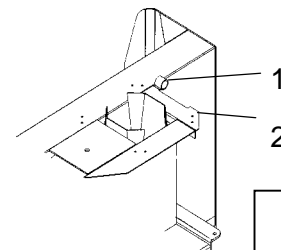
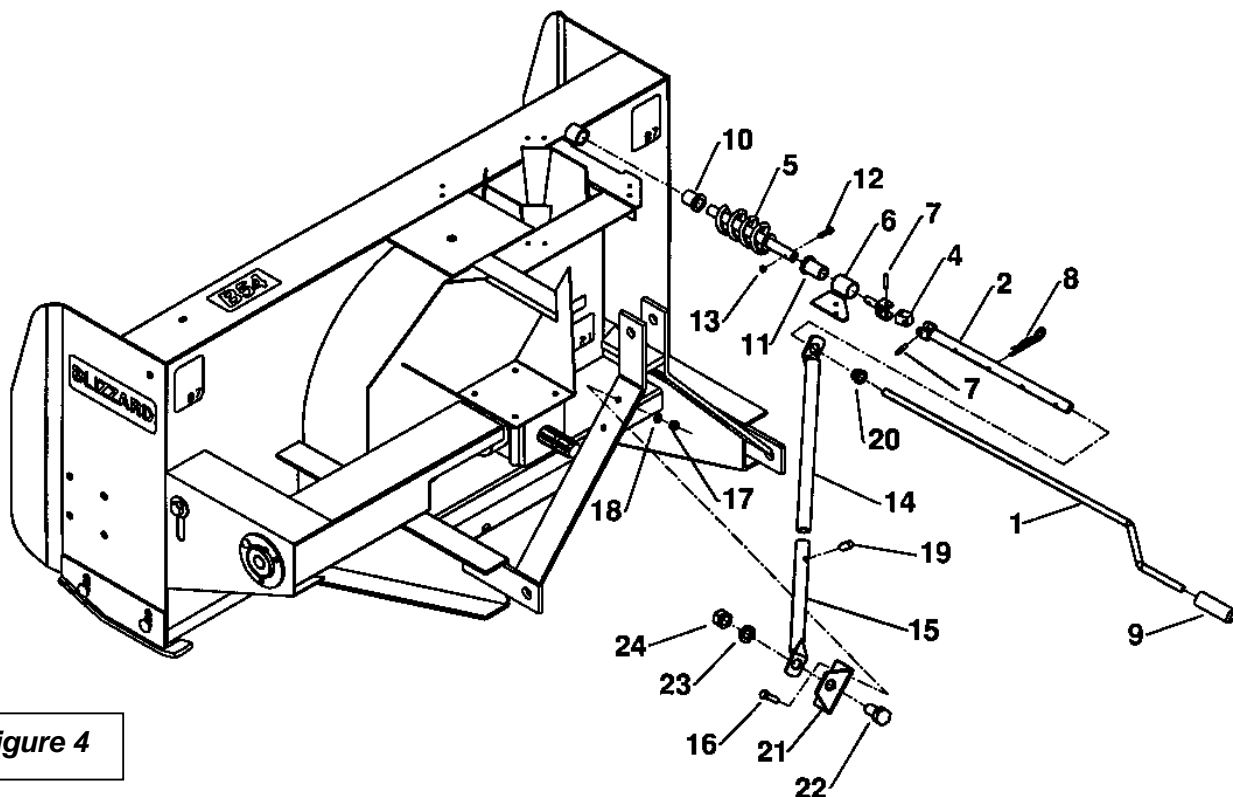

Figure 3
Figure 4
2. Insérez le coussinet de plastique 1 11/16" Lg (fig.4, item 11) dans le support du manchon de rotation (fig.4, item 6), graissez les deux bouts de la spirale de rotation (fig.4, item 5) et insérez la spirale dans le coussinet (fig.4, item 11).
3. Insérez le coussinet de plastique de 1 5/16" (fig.4, item 10) dans le tube soudé à l'arrière de la souffleuse (fig. 3, item 1).
4. Installez l'assemblage en plaçant la plaque du support du manchon de rotation (fig.4, item 6) sous la plaque supérieure droite de la souffleuse (fig.3, item 2).
7. Installez l'angle d'ancrage (fig.4, item 21) sur le bras d'attache gauche à l'aide de deux boulons 3/8" x 1 1/4", des rondelles de blocage et des écrous (fig. 4, item 16-17-18). Serrez fermement.
8. Installez le tube d'ancrage (fig.4, item 15) sur l'angle (fig.4, item 21) à l'aide d'un boulon de 3/4" x 1 1/2", d'une rondelle de blocage et d'un écrou (fig. 4, items 22-23-24. Assurez-vous que le tube penche vers le tracteur.
9. Insérez le support de manivelle (fig.4, item 14) dans le tube d'ancrage (fig.4, item 15). Ajustez la hauteur du support selon vos besoins et le couper si nécessaire. Fixez sans serrer avec une vis à pression à tête carrée 3/8" x 5/16" (fig. 4, item 19).
10. Insérer le tube de rotation avec un joint en "U" (fig.4, item 2) à l'intérieur de la spirale de rotation. Alignez les trous et insérez une vis à chapeau de 10-24 x 1" (fig.4, item 12). Placez celle-ci pour que la tête pénètre dans le trou de la spirale. Fixez avec un écrou de nylon (fig. 4, item 13).
11. Installez le grommet de plastique (fig.4, item 20) dans le support de manivelle (fig. 4, item 14).
12. Passez la manivelle (fig.4, item 1) dans le grommet et à l'intérieur du tube de rotation (fig.4, item 2). Ajustez la longueur, alignez les trous et fixez avec une goupille à ressort de 5mm x 100mm (fig. 4, item 8).
13. Ajustez la position et la hauteur de la manivelle à une position sécuritaire et confortable après avoir installé la souffleuse sur le tracteur. Serrez la vis de pression (fig. 4, item 19) sur le tube d'ancrage et le boulon 3/4" x 1 1/2" (fig. 4, item 22).
14. Installez la poignée de plastique (fig.4, item 9) sur la manivelle de rotation.